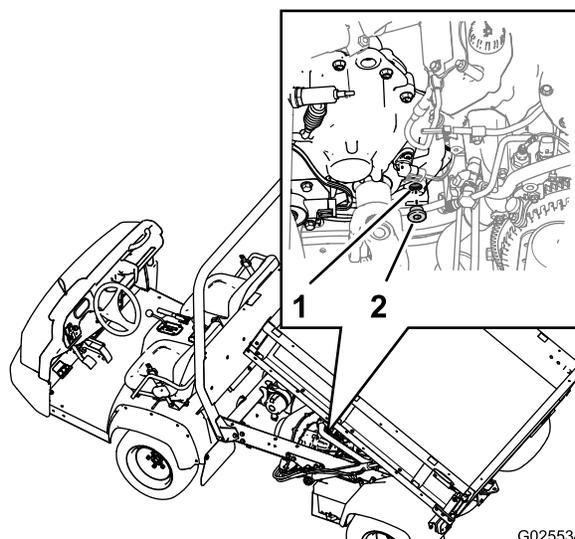

Figura 65
1. Localize o tampão de enchimento na área interior inferior, na parte de trás da transmissão (Figura 65).
3. Rode o tampão no sentido contrário ao dos ponteiros do relógio e retire o tampão do orifício de enchimento na transmissão (Figura 65).
4. Se o nível do fluido de transmissão for baixo, adicione fluido do tipo especificado através do orifício de enchimento, até o nível do fluido estar alinhado com a parte inferior da rosca no orifício (Figura 65).
6. Instale o tampão de enchimento na transmissão e aperte-o bem à mão (Figura 65).